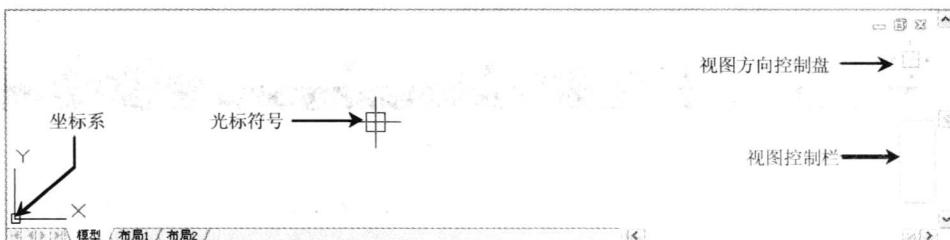

图 1-9 绘图区
- 绘图区：用于绘制和编辑图形的主要区域，包括坐标系、光标符号、视图方向控制盘、视图控制栏等，如图 1-9 所示。